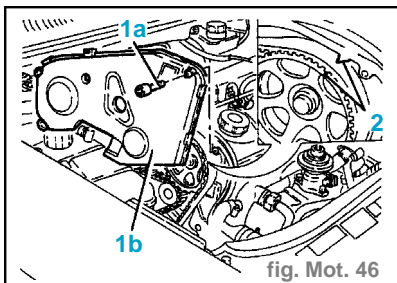

fig. Mot. 46
- Dévisser les vis (1a) et enlever la protection supérieure de la courroie de distribution (1b). (fig. Mot.46)